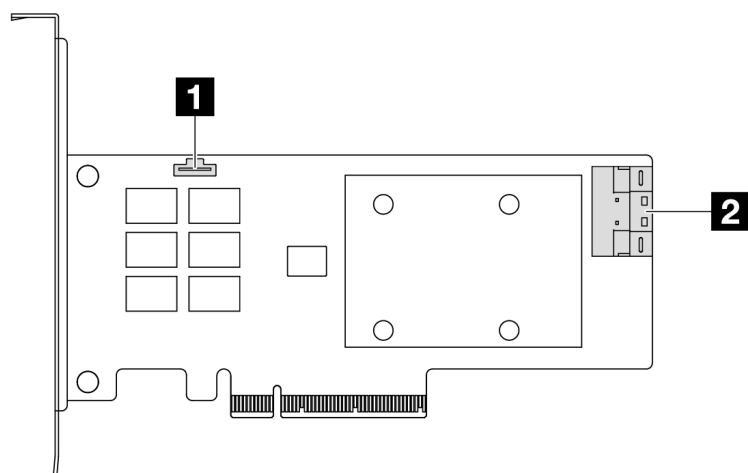

Figura 318. Um adaptador RAID/HBA Gen 4 8i SFF (um conector de porta)
- Figura 318 "Um adaptador RAID Gen 4 8i SFF (um conector de porta)" na página 354